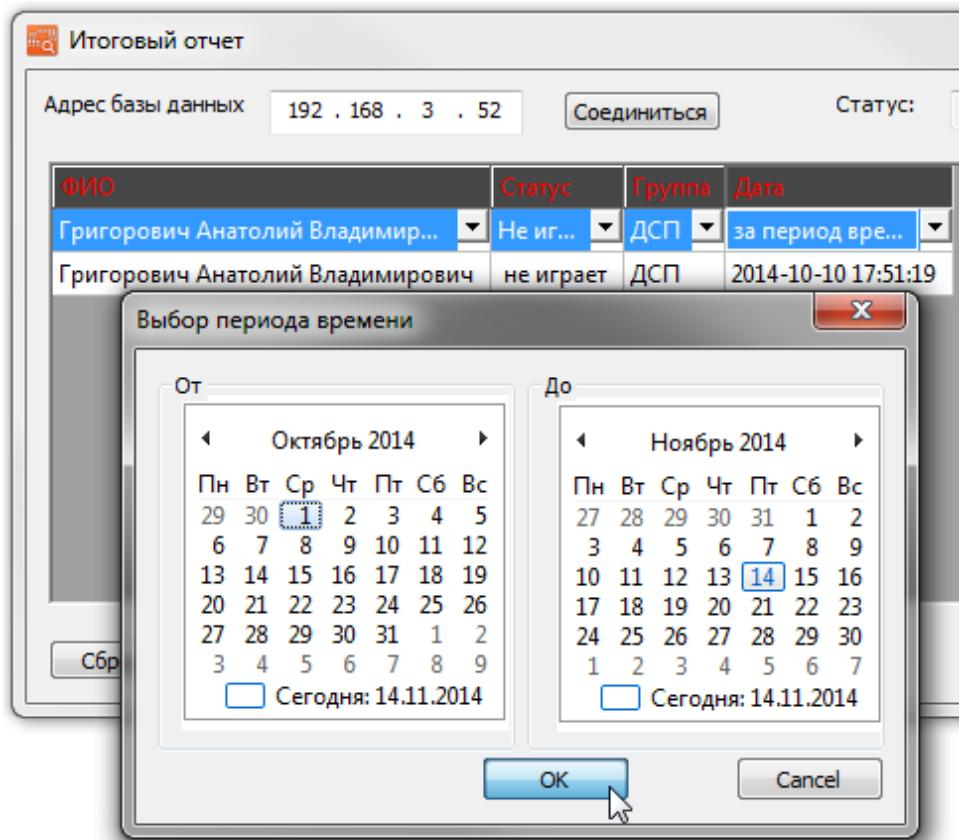
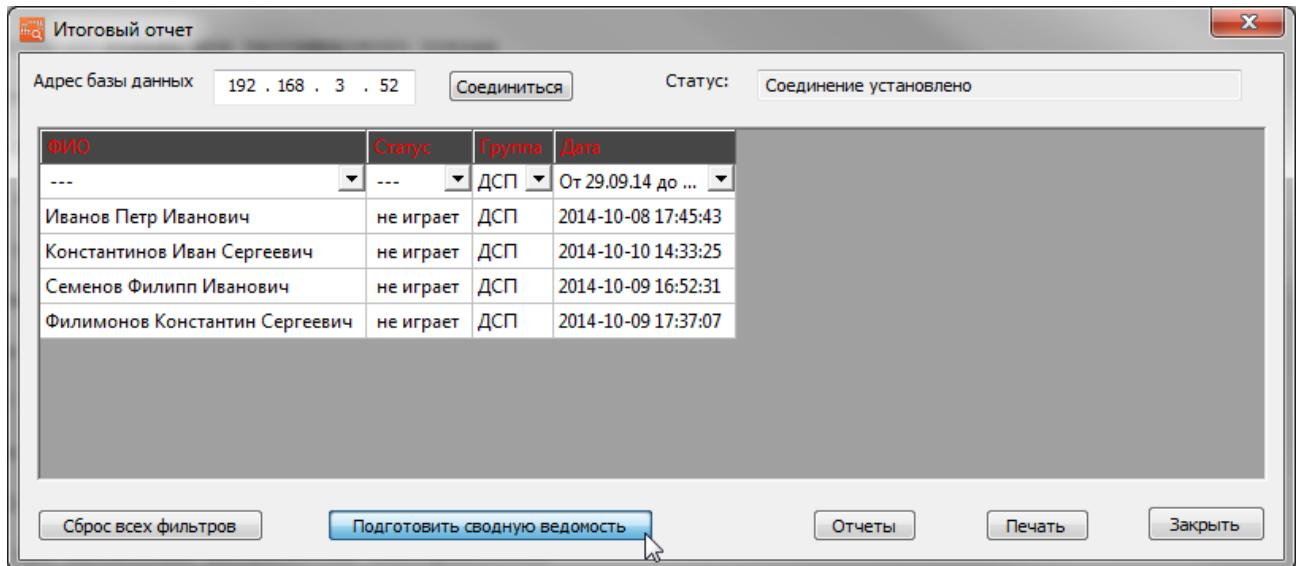

Рис. 35. Фильтрация отображения пользователей.
Рис. 42. Подготовка сводной ведомости.
- **Дата** – отображение пользователей, работавших в тренажере в выбранный промежуток времени. Варианты выбора промежутков времени: «сегодня» - отображение пользователей, работавших в тренажере в текущие сутки; «за текущий месяц» - отображение пользователей, работавших в тренажере в текущем месяце; «за период времени» - при выборе этого варианта появляется окно, в котором необходимо указать интервал времени вручную, а затем нажать кнопку «OK» (рис. 35).
Для создания сводной ведомости по параметрам нужно в окне утилиты со списком пользователей (рис. 34) выбрать нужные фильтры (при необходимости) и нажать кнопку «Подготовить сводную ведомость». Фильтры устанавливаются в соответствующих столбцах в шапке таблицы (рис. 42, рис. 35).